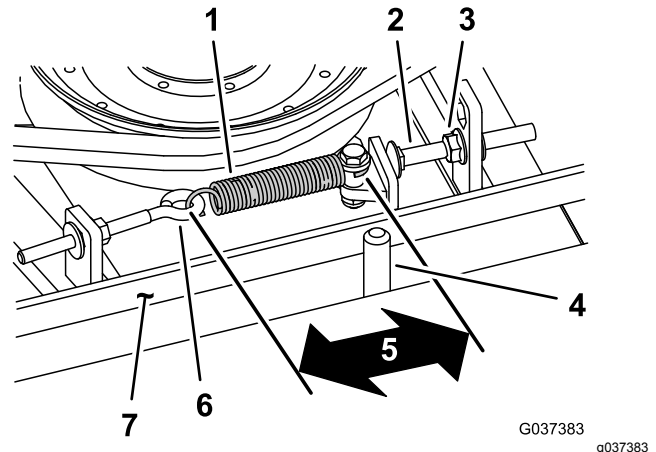

Bild 113
Bei richtiger Spannung sollte die Messung innen an der Verlängerungsfeder (Haken zu Haken) ungefähr  $8,3 \text{ cm} \pm 9,5 \text{ cm}$  betragen. Wenn die Federspannung richtig ist, stellen Sie die Anschlagschraube (Schlossschraube) ein, bis der Abstand zwischen dem Schraubenkopf und dem Spannarm ungefähr 2-5 mm beträgt (Bild 113).
**Hinweis:** Achten Sie darauf, dass der Riemen auf der Federseite der Riemenführung positioniert ist (Bild 113).
2. Lockern Sie den Augenbolzen (Bild 113).
3. Lösen Sie die Bundmutter, mit der die Anschlagschraube an der Befestigungsnase befestigt ist, und schieben Sie die Spannscheibe vom Riemen weg (Bild 113).
9. Setzen Sie die Verlängerungsfeder (Bild 113) wieder in den Augenbolzen ein und spannen Sie den Riemen wie folgt: